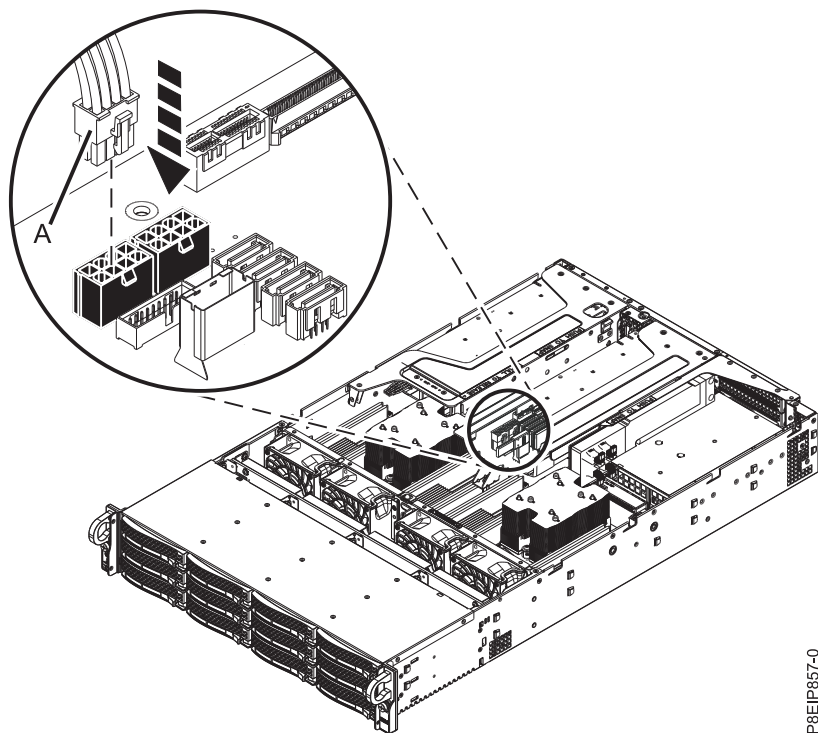

Figure 51. Remise en place du câble d'alimentation de l'unité de traitement graphique
- d. Si le connecteur de bus contient une unité de traitement graphique, connectez le câble d'alimentation de l'unité de traitement graphique (A) au fond de panier système, comme indiqué dans la figure 51, à la page 45.